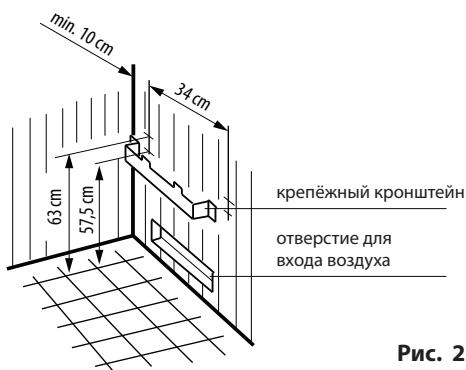

Рис. 2
1. Установите крепёжный кронштейн (рис. 2) при помощи прилагаемых шурупов к стен кабины посередине над отверстием для входа воздуха согласно рис. 2. Обратите внимание на то, что боковые зазоры между печью и горючими материалами, напр. стеной сауны, должно составлять не менее **4 см**.